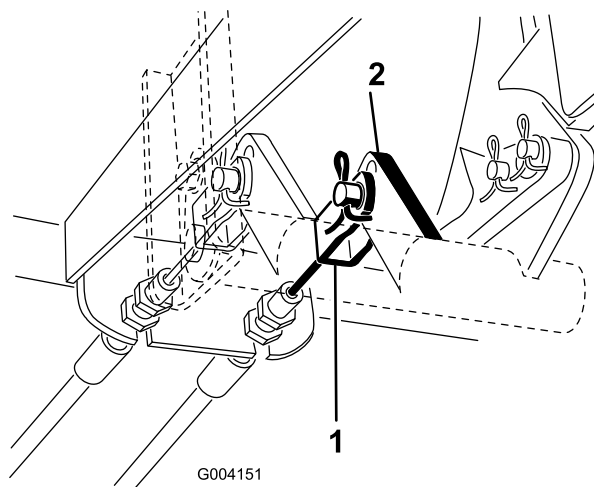

Figura 67
2. Scollegate il cavo sinistro del freno dal pedale del freno (Figura 67) e inserite il freno di stazione.